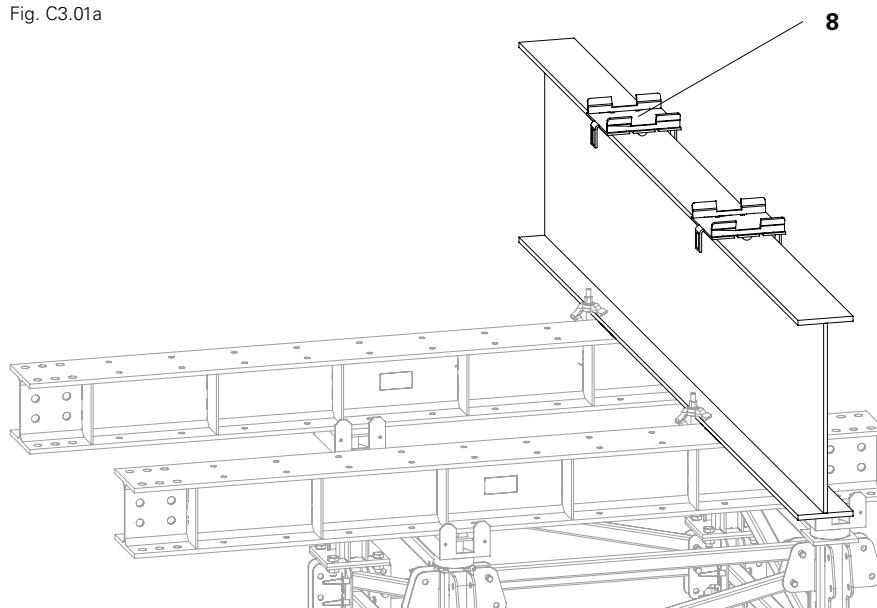

Fig. C3.02
4. Montare 2x calotte di supporto ATG (**8**) sulla trave di orditura secondaria alla distanza delle stilate di travi reticolari del kit di travi reticolari. (Fig. C3.02)